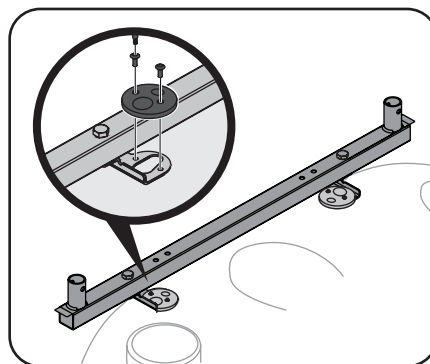

Figura 3-11
- Utilice la Herramienta Torx (727-05140) para instalar la tapa 4 T30 Tornillo Torx que fue removida en el paso 2 (No incluida en el paquete de ferretería) para instalar el soporte a la Parte trasera del tractor como se muestra (3) Figura 3-11.